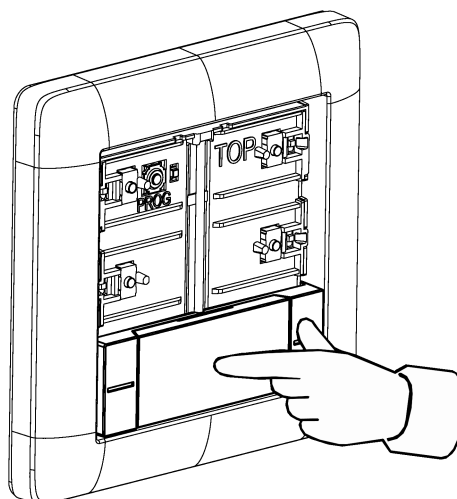

рисунок 7: Нажатие на клавишу управления по центру
- Нажмите на клавишу управления по центру (см. рисунок 7).